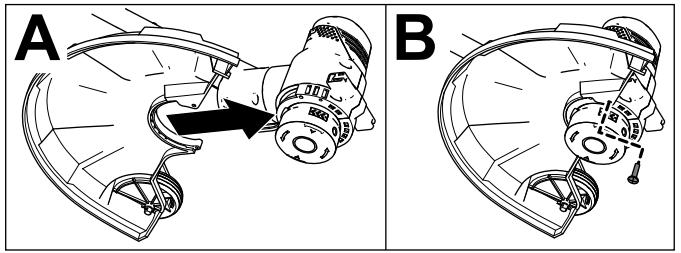

Figure 4
1. Retirez les 3 vis cruciformes scotchées au déflecteur et enfilez le déflecteur sur la base de la débroussailleuse (Figure 4).
2. Fixez le déflecteur sur la base de la débroussailleuse à l'aide des 3 vis cruciformes (encadré B de la Figure 4).